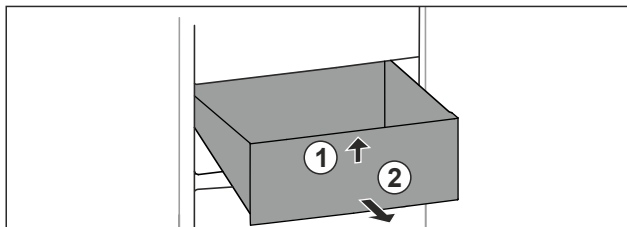

Fig. 93
- Nadvihnite zásuvku vpredu. Fig. 93 (1)
- Odoberte zásuvku dopredu. Fig. 93 (2)